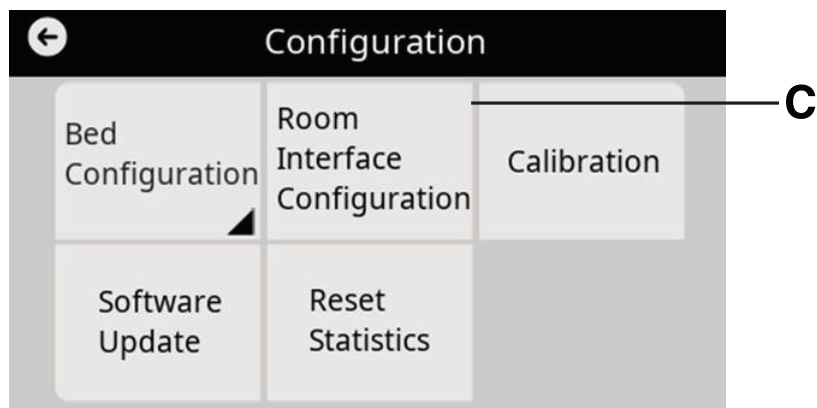

Figura 6 – Menu de configuração da ProCuity
4. No menu de configuração selecione **Configuração da Interface do Quarto (C)** (Figura 6).